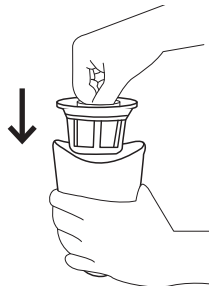

Figure 9
6. Réassemblez les éléments dans le réservoir (Fig. 9).